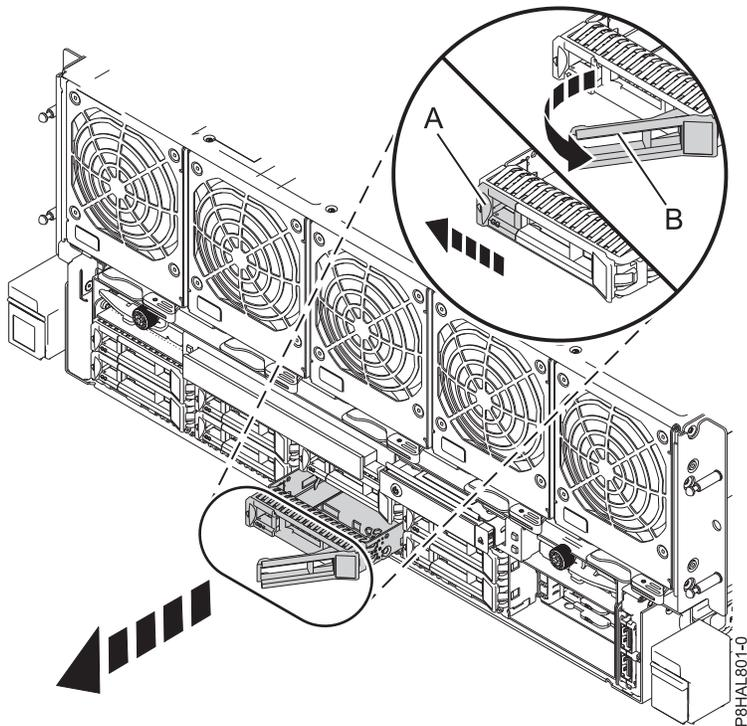

Abbildung 22. Plattenlaufwerk ausbauen - System vom Typ 8408-44E oder 8408-E8E
3. Wenn die Kennzeichnungs-LED leuchtet, ohne zu blinken, entriegeln Sie den Griff (**B**) des Laufwerks, indem Sie die Verriegelung (**A**) zusammendrücken und zu sich hin nach außen ziehen. Siehe Abb. 22 auf Seite 36. Wird der Griff nicht ganz nach außen gezogen, lässt sich das Solid-State-Laufwerk nicht aus dem System schieben.